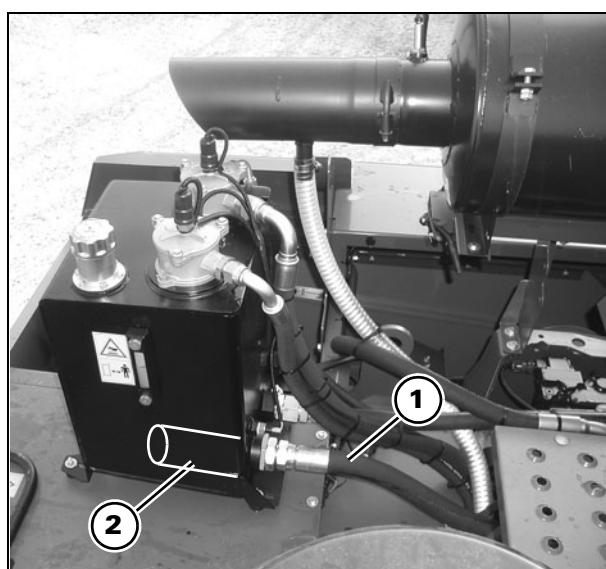

Рис. 64
62.)МАСЛЯНЫЙ ФИЛЬТР ВСПОМОГАТЕЛЬНОЙ ГИДРАВЛИЧЕСКОЙ СИСТЕМЫ (входной) - Рис. 64